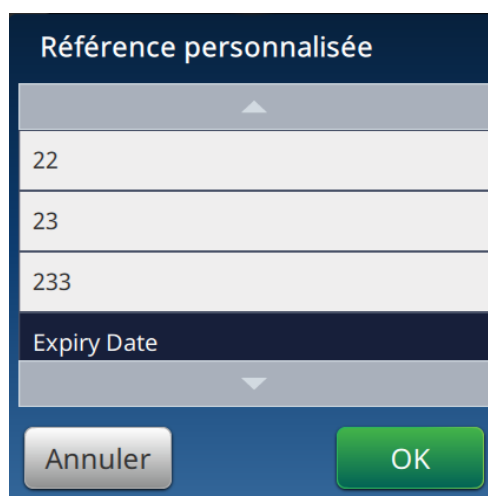

Figure 6-12 : Liste de référence personnalisée
8. Sélectionnez Date d'expiration dans la liste de référence personnalisée, comme indiqué dans la Figure 6-12.
14. Sélectionnez Date d'expiration dans la liste de référence de champ personnalisée, comme illustré dans la Figure 6-12, page 6-16.